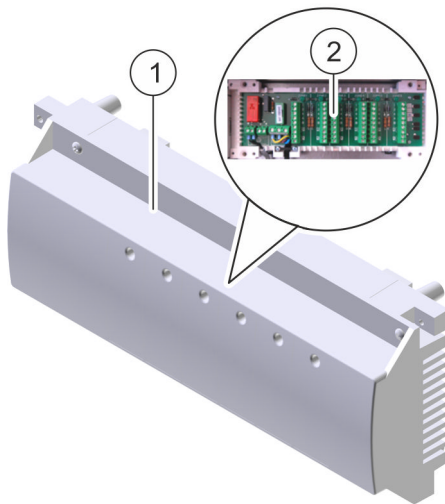

Abb. 72: Stellantriebe anschließen
- 6.** 4 Schrauben lösen und Deckel (Abb. 72/1) des Anschlussmoduls entfernen.
- 7.** Raumthermostate gemäß Schaltplan an das Anschlussmodul (Abb. 72/2) anschließen.
- 8.** Stellantriebe gemäß Schaltplan an das Anschlussmodul (Abb. 72/2) anschließen.
- 10.** Deckel (Abb. 72/1) auf das Anschlussmodul setzen und mit 4 Schrauben festdrehen.